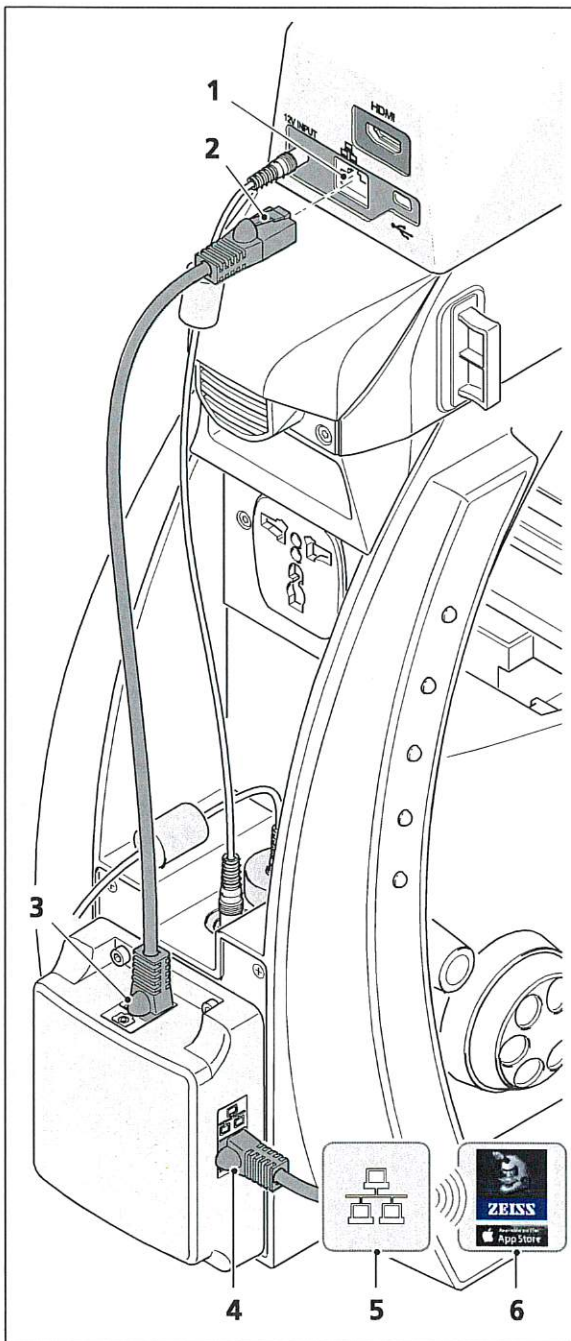

Bild 9 Netzanschluss herstellen
Dazu einen Stecker (Bild 9/2) des kurzen Ethernetkabels in die Buchse auf der Rückseite des Binokulartubus 30°/20 (Bild 9/1) einstecken.
- Den anderen Stecker des Ethernetkabels in die Buchse der MNA (Bild 9/3) einstecken.
- Einen Stecker des anderen Ethernetkabels in die Buchse auf der Seite der MNA (Bild 9/4) einstecken und die Kamera ans Netz anschließen.
Die integrierte Kamera identifiziert sich mittels Dynamic Host Configuration Protocol (DHCP) automatisch im Netz (Bild 9/5) und wird von Matscope automatisch erkannt, vorausgesetzt das iPad (Bild 9/6) befindet sich im selben Netz.